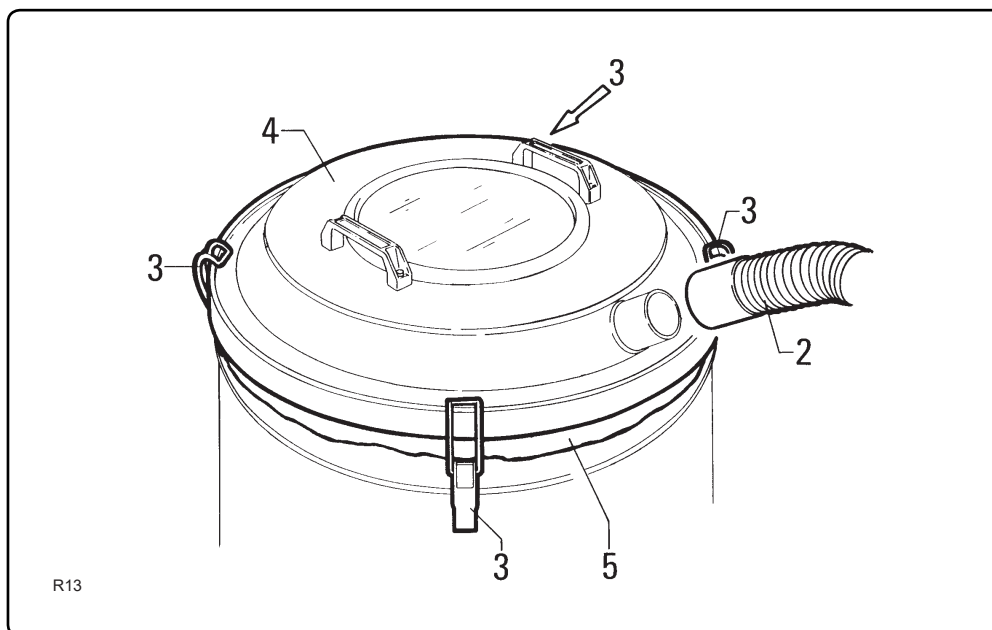

Fig. 7.5.1
7.5.1 - Sostituzione del sacco raccoglitore (fig. 7.5.1)**7.5.1 - How to replace the swarf bag (fig. 7.5.1)****7.5.1 - Remplacement du sac de récupération (fig. 7.5.1)****7.5.1 - Ersetzen des Staubsammelbeutels (Abb. 7.5.1)****ATTENZIONE!!**
- Inserire il sacco nuovo col bordo "5" leggermente sporgente (fig. 7.5.1).
- Insert the new bag with the edge "5" slightly projecting (fig. 7.5.1).
- Introduisez le nouveau sac avec le bord "5" légèrement en saillie (fig. 7.5.1).
- Den neuen Beutel so einlegen, daß die Kante "5" leicht übersteht (Abb. 7.5.1).